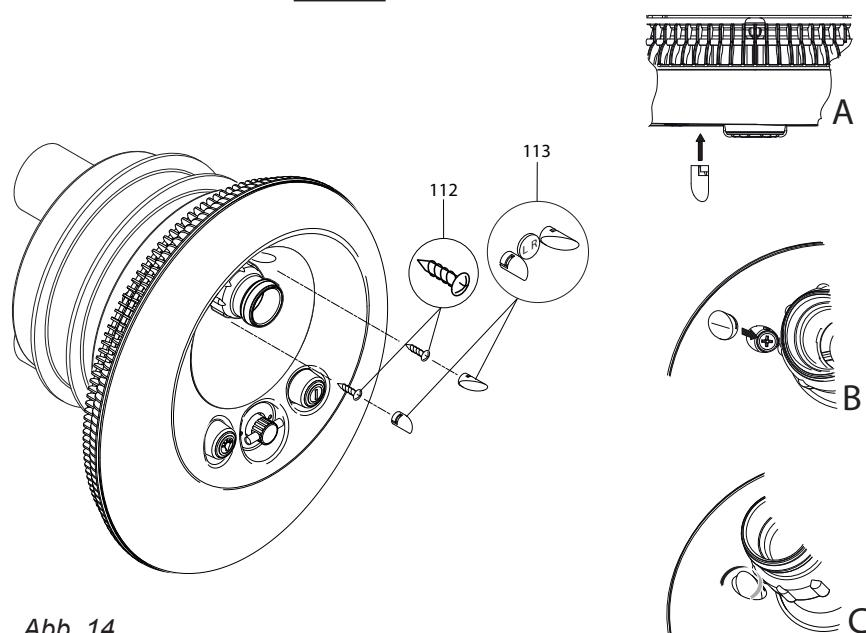

Abb. 14
11. Die Zierkappen (113) wie in Abb. 14 A-C in der Lichtabdeckung (110) befestigen. Richtige Zierkappen für links (L) und rechts (R) beachten.